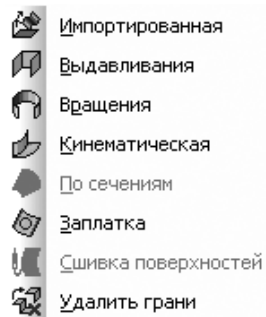

Рис. 3.10. Всплывающее меню пункта **Поверхность**
- **Поверхность** вызывает всплывающее меню, показанное на рис. 3.10.